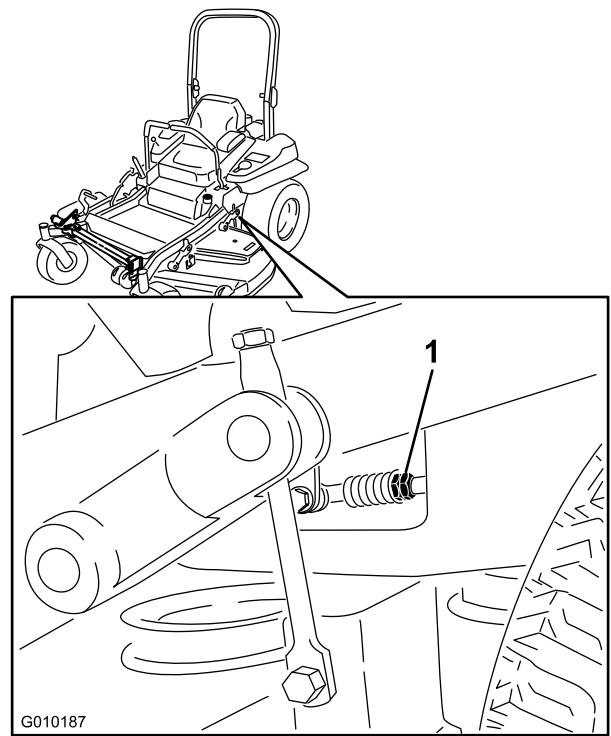

Figure 76
7. Placez les leviers de commande de déplacement en position point mort. Réglez la longueur des tiges de pompes en tournant les doubles écrous dans le sens voulu jusqu'à ce que les roues tournent légèrement en marche arrière (Figure 76). Placez les leviers de commande de déplacement en position de marche arrière et, tout en appuyant légèrement sur les leviers, laissez les ressorts de marche arrière ramener les leviers au point mort. Les roues doivent s'arrêter de tourner ou tourner légèrement en arrière.